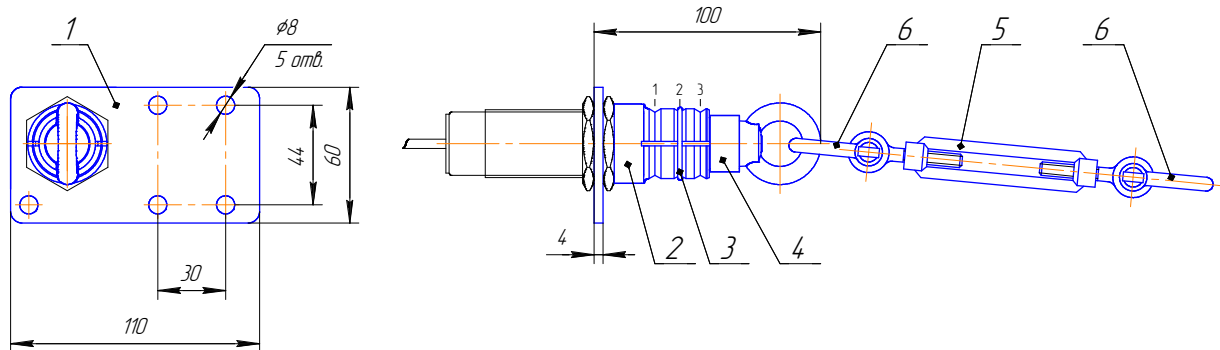

Рис. 1
2.1. Устройство состоит из кронштейна поз.1 (см. Рис.1), цанги поз.2 с пружинным кольцом поз.3 и конуса поз.4. Также в устройство входят талреп поз.5 и две такелажных скобы поз.6 для присоединения троса** к конусу поз.4.
- Закрепить кронштейн поз.1 (см. Рис.1) на ставе конвейера.